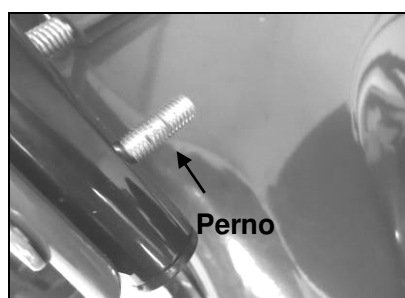
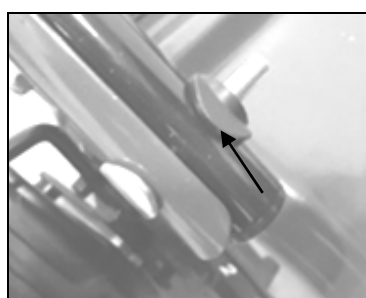
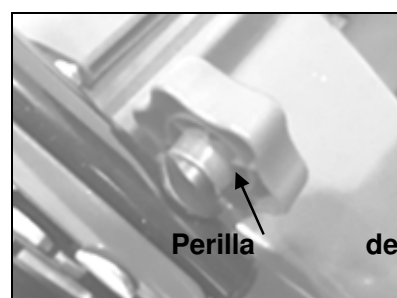

Fig.2A
Fig.2B
Fig.2C
1. Fije las manivelas inferiores en el cuerpo de la unidad con pernos, arandelas y las perillas de bloqueo (Fig.2A./Fig.2B/Fig.2C)